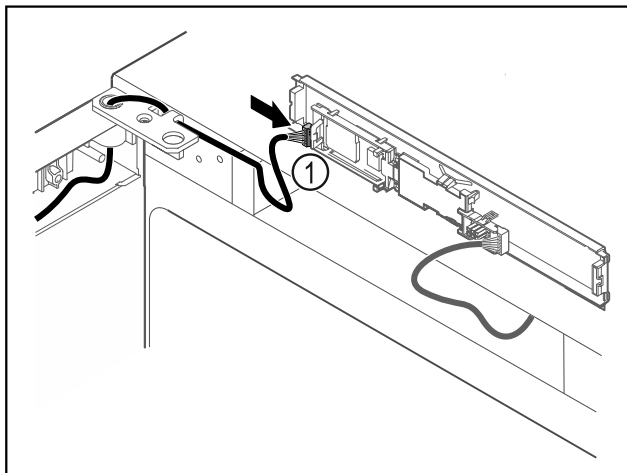

Fig. 60
- Wtyczkę Fig. 60 (1) należy podłączyć do płytki drukowanej.